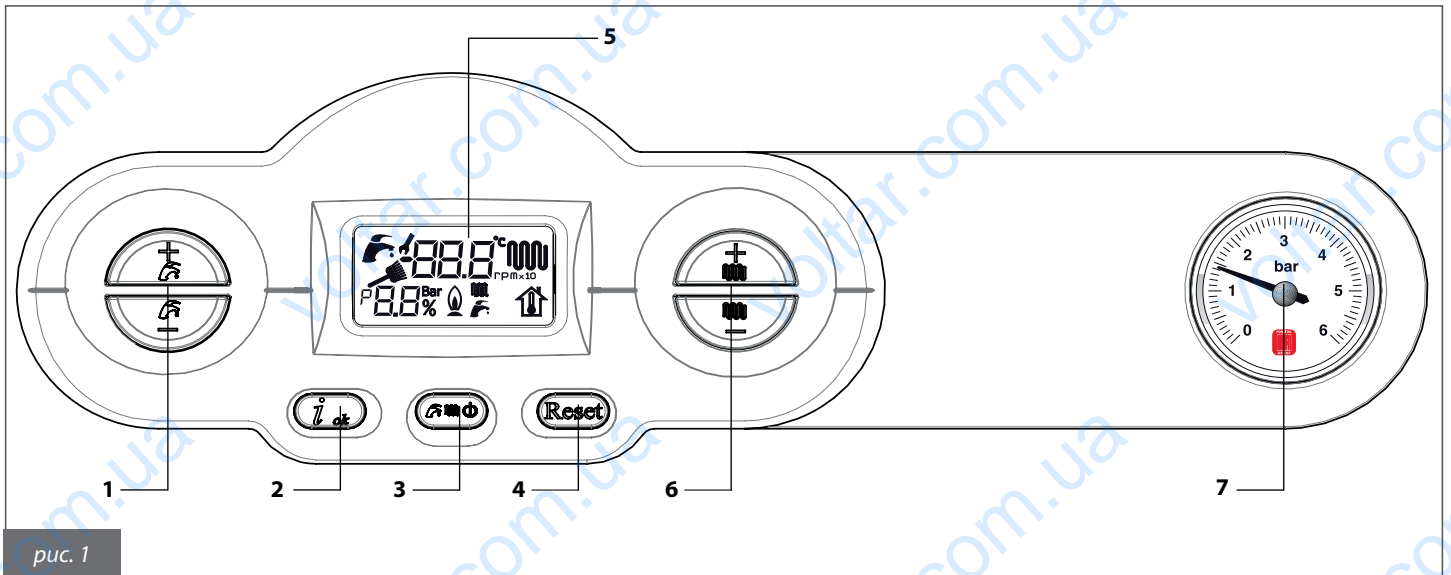

рис. 1
Мигает в процессе регуляции/выбора температуры ГВС с помощью кнопок **1** (рис. 1).
Мигает в процессе регуляции температуры контура отопления с помощью кнопок **6** (рис. 1).
- Выбрать режим работы котла с помощью кнопки **3** (рис. 1); OFF/ЛЕТО/ЗИМА/ТОЛЬКО ОТОПЛЕНИЕ
При включении котла после долгого простоя, особенно если котел работает на сжиженном газе, запуск котла может быть затруднен. В этом случае перед пуском котла включите какой-либо другой газовый прибор (например, кухонную плиту, духовку и т.п.). Даже после таких действий котел может запускаться с трудом и блокироваться один или два раза. Осуществляйте разблокировку котла нажатием кнопки **4 (рис. 1).**